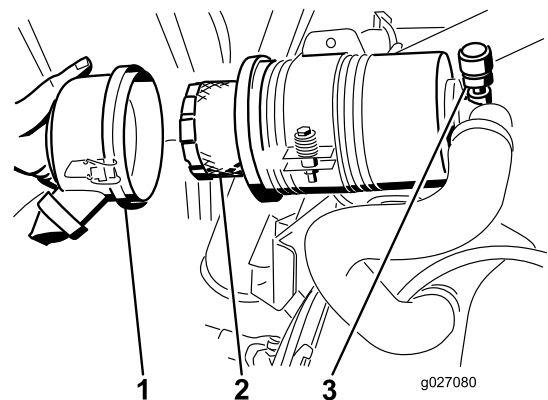

Figura 53
5. Retire y cambie el filtro (Figura 53).